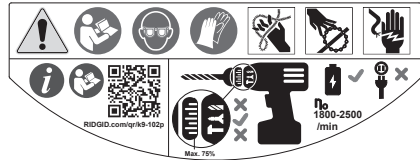

Figura 2 – Etiqueta de advertencias
- La etiqueta de advertencia está presente y se puede leer. *Vea la Figura 2.*